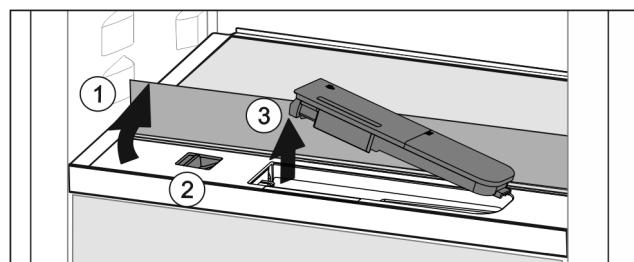

Fig. 43
- Skleněnou desku nadzvedněte a zaklapněte dozadu až na doraz Fig. 43 (1).
- Posuvník Fig. 43 (2) posuňte doleva.
- Vyjměte nádržku na vodu Fig. 43 (3).